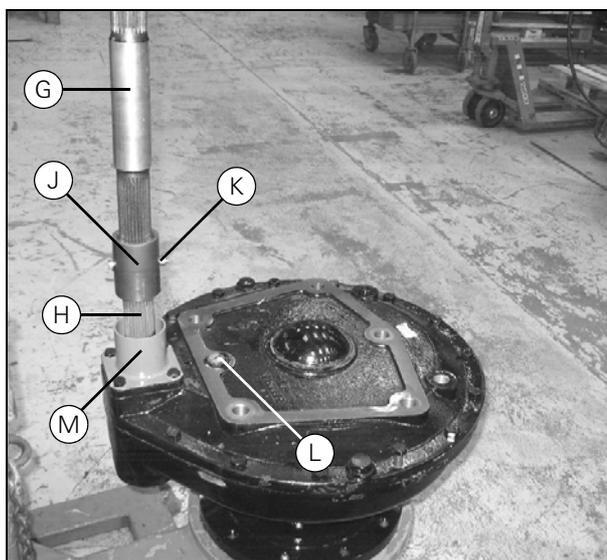

Рисунок 6
- После установки кронштейна конечного привода на конечный привод, входной вал (Н) (Рис. 6) необходимо выровнять относительно кронштейна. Соберите цилиндрическую втулку и рукоятку (N) так, чтобы их можно было вставить в цилиндр кронштейна. Размеры: Наружный 80 мм - внутренний 45 мм.
- Наденьте уплотнительные кольца (S) на цилиндр. После затягивания всех болтов протолкните уплотнительное кольцо в канавку.
- Затяните болты (P) с приложением момента 1220 Нм (предварительно обработайте болты герметиком Loctite 270). Помните, что эффективнее использовать затягивание с приложением большого момента, когда кронштейн конечного привода, предварительно установленный на штатное место, укреплен на передней оси.
- Поднимите гидравлический цилиндр (R) установите его на место, при этом кронштейн конечного привода должен быть также установлен на место.
- Залейте в конечный привод трансмиссионное масло в количестве ок. 6 литров (проверьте уровень масла как описано в разделе 19.3.5 на стр. 643). Смажьте подшипники скольжения (V) и фланцевые подшипники (U) консистентной смазкой для подшипников.
- Смажьте внутреннюю шлицевую втулку (T), заполнив цилиндр кронштейна консистентной смазкой для подшипников.